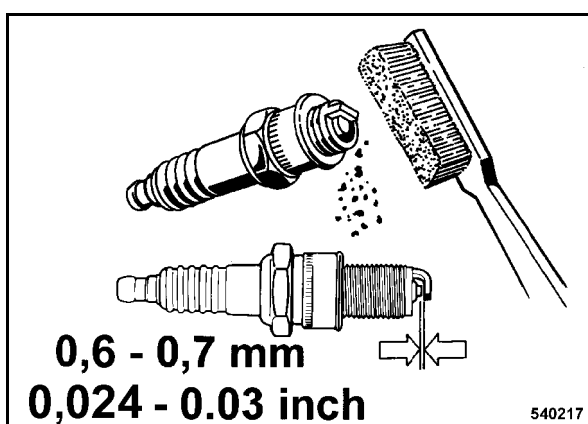

рис. 37
- Выкрутить свечу зажигания. Произвести визуальный контроль свечи зажигания и, при необходимости, очистить (рис. 37).